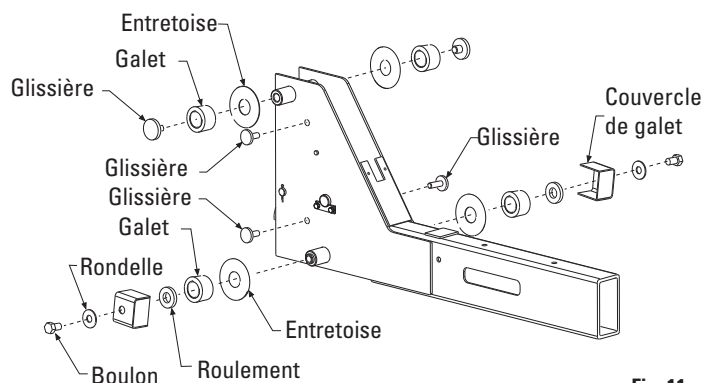

Fig. 11
7. Ensemble galet de l'étrier avant : assembler les galets et les roulements de l'étrier pour les deux étriers avant, Fig. 11.